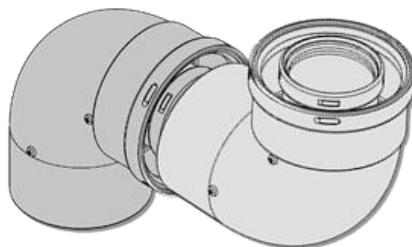

Рис. 30 Два колена соединённые напрямую
- Не рекомендуется** одно колено напрямую соединять с другим коленом (См. Рис. 30) Для стабилизации потока газа всегда необходимо между коленами вставлять участок прямой трубы (минимум 0,5 м. для колена 90° и 0,2 м. для колена 45°). В случае если приходится соединять два колена 90° друг за другом, без минимального участка для стабилизации, то при расчёте длины дымохода **необходимо** учитывать, что в этом случае потеря давления в каждом колене увеличивается в два раза.